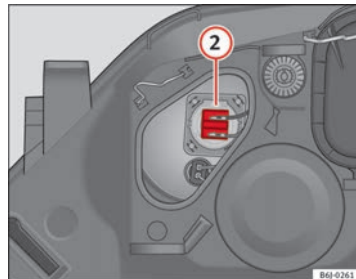

Fig. 152 Máximos
- Extraia o conector ⇒ Fig. 152 ② puxando para fora.